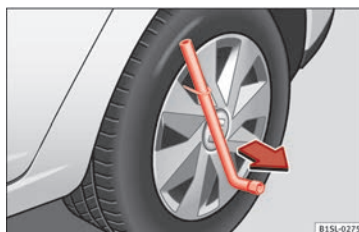

Fig. 51 Démontez l'enjoliveur intégral.
- Introduisez la clé démonte-roue dans le crochet en fil de fer » fig. 51 puis tirez sur l'enjoliveur dans le sens indiqué par la flèche.